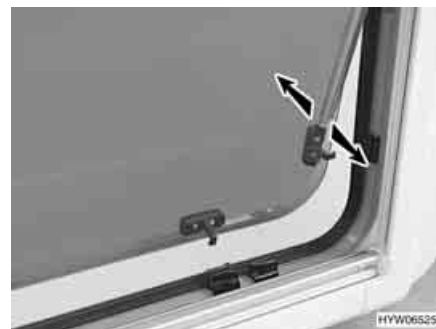

Fig. 54 Finestra apribile con deflettore automatico
- Aprire la finestra apribile fino al punto di arresto desiderato. Il deflettore automatico (Fig. 54) si innesta automaticamente in posizione.